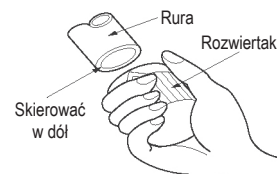

Rys. 6.1
1. Przycinać rurę dokładnie pod kątem 90°. Przykłady nieprawidłowego cięcia rur pokazano na rys. 6.1.